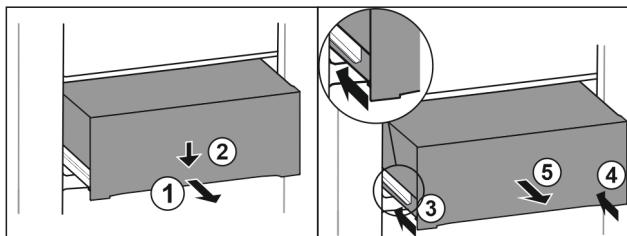

Fig. 120
- Schubfach halb herausziehen. Fig. 120 (1)
- Schubfach an der Vorderseite nach unten drücken. Fig. 120 (2)
- Linke Schiene etwa 2 cm einschieben. Fig. 120 (3)
- Rechte Schiene etwa 2 cm einschieben. Fig. 120 (4)
- Schubfach nach vorne entnehmen. Fig. 120 (5)